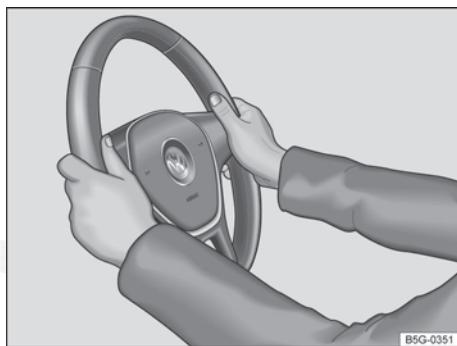

Fig. 48 No volante: posição 9 e 3 horas.
- Ajustar o volante de forma que possa ser segurado lateralmente com ambas as mãos, com os braços ligeiramente arqueados, na borda externa, na **posição das 9h e 3h** \Rightarrow Fig. 48.
- Durante a condução, sempre segurar o volante com ambas as mãos lateralmente na borda externa na **posição das 9h e 3h** \Rightarrow Fig. 48 para reduzir ferimentos causados pelo acionamento do airbag frontal do condutor.